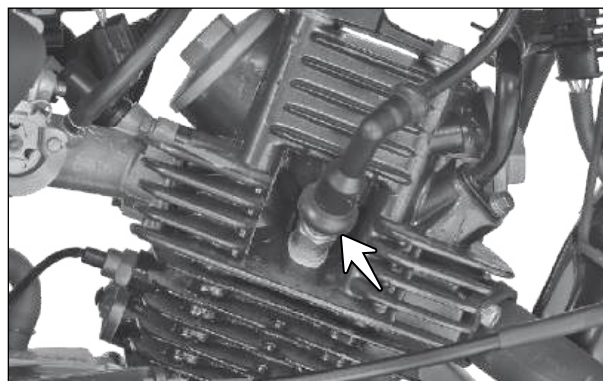

Fig. 3.1
- Desligue o motor e remova a vela de ignição (seta). (Fig. 3.1)